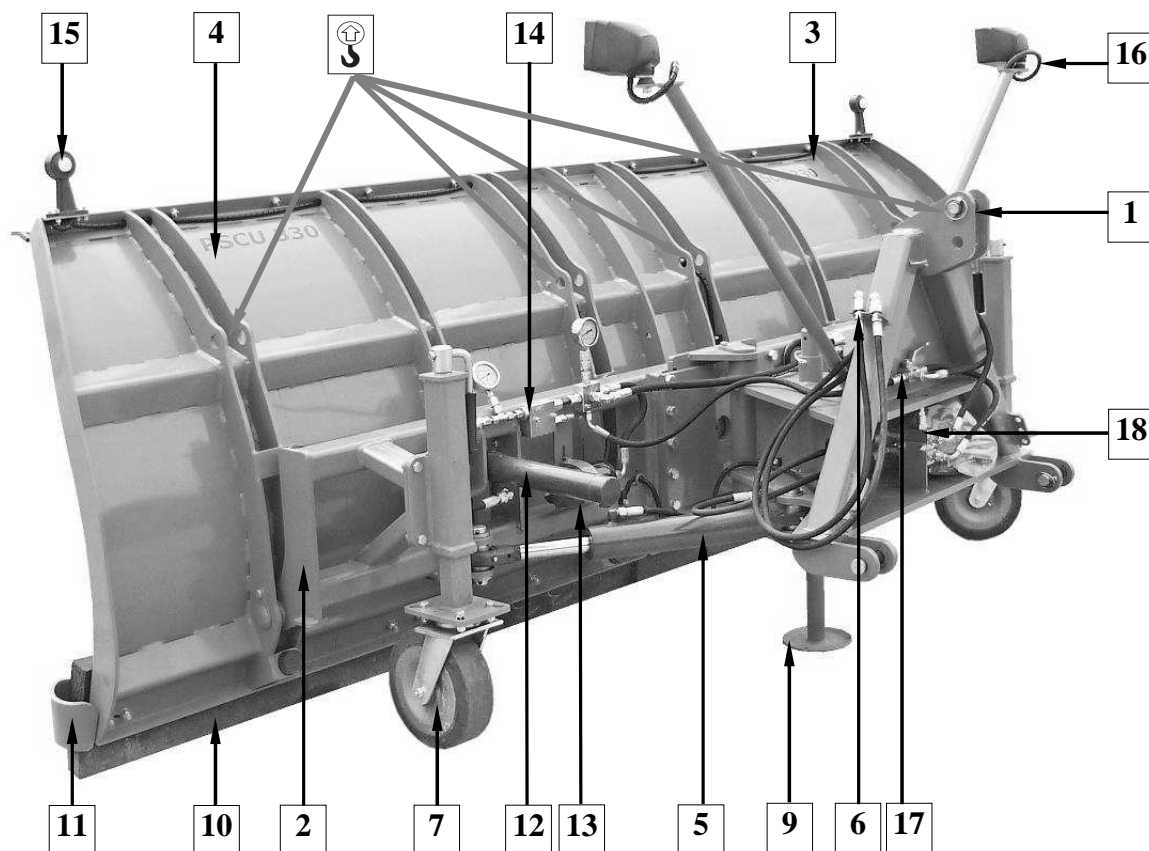

Fig. 2. La construction du chasse-neige Storm
Le chasse-neige **Storm** est constitué essentiellement du dispositif de suspension (1), et le système de travail qui a la capacité de tourner jusqu'à 30° dans les deux directions à l'aide des actionneurs hydrauliques (5) (**Fig. 2**). Les actionneurs hydrauliques sont commandés par l'hydraulique du tracteur grâce à la soupape de décharge (18). Le chasse-neige au versoir battant se compose de deux segments indépendants (3 et 4), qui, après avoir atteint un obstacle à la fixation des éléments de travail abroger contre les dommages. Les deux segments articulés sont protégés par un système hydraulique fait d'un actionneur hydraulique à simple effet, un accumulateur hydropneumatique (13) et une soupape de commande servant à régler la force à laquelle le versoir doit s'incliner. La conception permet aux segments indépendants du versoir de se rejoindre au moyen de vis.